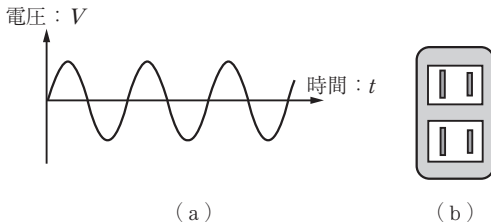
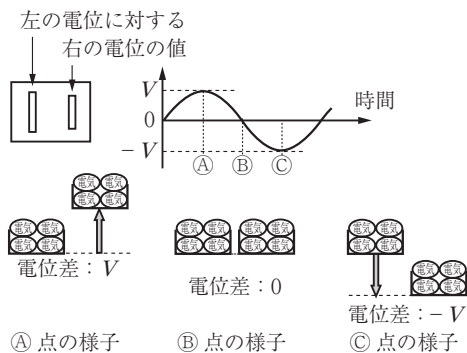

図0.3 コンセントの電圧とコンセント
図 0.4 コンセントの電圧変化の様子
だように、**図 0.3** (a) のような正弦波波形になっているということをこの本の読者はすでに知識として知っているであろう。ただし、この波形が**図 (b)** に示した実際のコンセントの何に対応しているのかという質問を投げかけても、近年、なかなか答えが返ってこないのは残念なことである。
変化していることはわかる。この縦軸の値こそ、コンセントの左右それぞれの差込口の内部にある金属端子間の、それぞれの時間に対応した電圧すなわち電位差を表している。これを可視化した図として具体的に**図 0.4** に示そう。コンセントの電圧波形とは、コンセントの左側の金
から、電流の向きと大きさが時々刻々と変化し、その瞬間瞬間に受け取る電気のエネルギの値が異なることである。実際、図 0.4 における ⑩ 点では、コンセント左右の電位差が 0 となり、この瞬間は電気の落下は起こらず、エネルギー放出は 0、すなわち電球は消えているはずであるとの予測がつく。
図 0.3、図 0.4、あるいは、それらよりも現在この本を読んでいる読者の最も身近にある実際のコンセントの形状を注意深く見てほしい。左右の差込口の長さに違いがあることに気付くであろう。電位差を得るという観点ではその相違を意識する必要はまったくないが、実際には、長いほうをアース（earth；地球、大地、地面）電位とするように決められており、いわゆる地面の電位と同じ電位となっている。余談ではあるが、感電という現象は例えば、指先と地面に接している足との間に大きな電位差が生じたとき体内を貫通する電流によって生じる衝撃であるが、仮に手に金属製クリップを持ったまま、誤ってコンセントのどちらかにそのクリップを突っ込んでみたとしても、1/2 の確率で感電は免れるということの意味している（もちろん読者の方々には、運試しに自分の命を犠牲にするリスクを負うまねはしないでいただきたい。さらに、長いほうならば…、と安易にこの本を信じないでほしい。君が触ろうとしているそのコンセントを設置、配線した方を知っていて、彼が本当に信頼できる人間だったとしても、その後、夜中に建築現場に忍び込んで逆につなぎ変える悪人がいるかもしれない…。本当にどちらかの端子がアース電位と同電位かどうかを調べるために、この本の読者であればテスタというものが世の中に存在することを知っているであろう…。なお、図 0.4 に示したコンセント電圧のピーク値 V は $100\sqrt{2}$ V であるが、一般にはこれを実効値で表し、AC 100 V と表現することはご存知であろう。